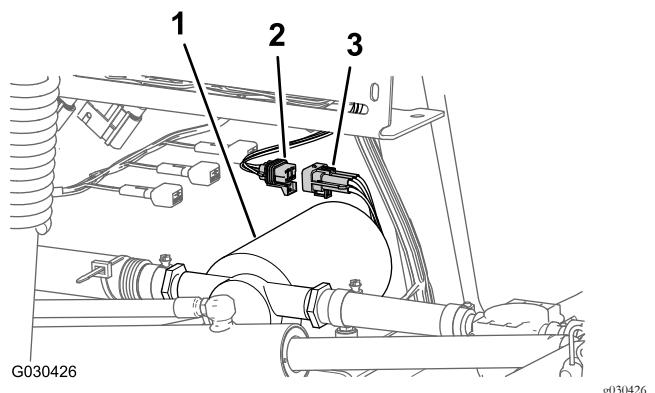

图8
2. 从后线束的 6 插槽接头中断开冲洗泵线束的 6 针接头 图8。